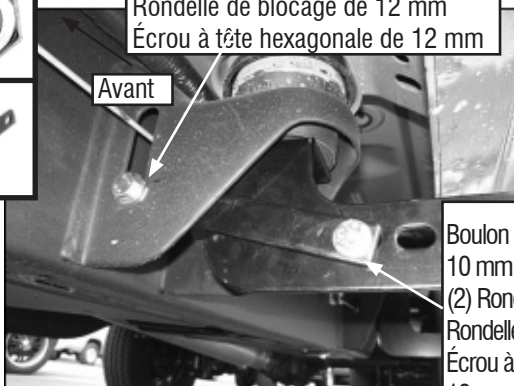

Figure 5
Allez vers le support de fixation central. Sélectionnez (1) barre de support centrale - notez bien les deux différentes dimensions de trous de fixation dans la barre. Glissez l'extrémité de la barre de support centrale avec le plus grand trou de fixation entre le montant de la carrosserie d'usine et le support de fixation central. Fixez la barre de support au montant de la carrosserie en utilisant (1) boulon à tête hexagonale de 12 mm x 30 mm, (2) rondelles plates de 12 mm, (1) rondelle de blocage de 12 mm et (1) écrou à tête hexagonale de 12 mm, (Figures 5 & 6). Ne pas serrer maintenant.
Fixez la partie opposée de la barre de support au support de fixation central avec (1) boulon à tête hexagonale de 10 mm x 30 mm, (2) rondelles plates de 10 mm, (1) rondelle de blocage de 10 mm et (1) écrou à tête hexagonale de 10 mm (Figures 5 & 6). Ne pas serrer maintenant.